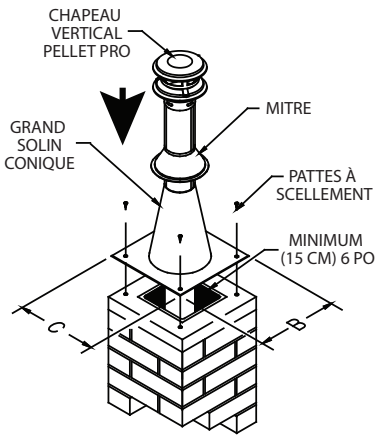

Figure 23
11. Pour supporter l'extrémité du conduit PelletVent, utiliser un grand solin conique et une mitre. 14 po (356 mm) de tuyau seront nécessaires au-dessus du sommet de la cheminée de maçonnerie. Tirer le tuyau à travers le solin à la hauteur désirée. Marquer l'emplacement de la mitre. Glisser la mitre le long de tuyau vers le bas et la fixer au tuyau à l'aide de vis à tôle d'une longueur de 6,4 mm (1/4 po) (Figures 23 et 24).